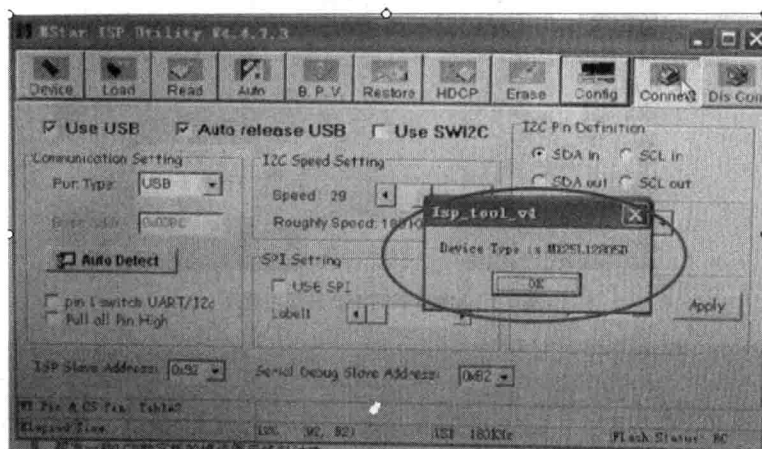

图 1.6 测试连接正常界面图
③ 双击“Connect”选项，测试连接是否正常。如果不能自动识别 IC 型号，就点击“Dis Con”断开后再次点击“Connect”或调整波特率。检查 RXD 和 TXD 连接是否正确，见图 1.6。图中圆圈内的内容为读出的元器件型号，表示连接正常。